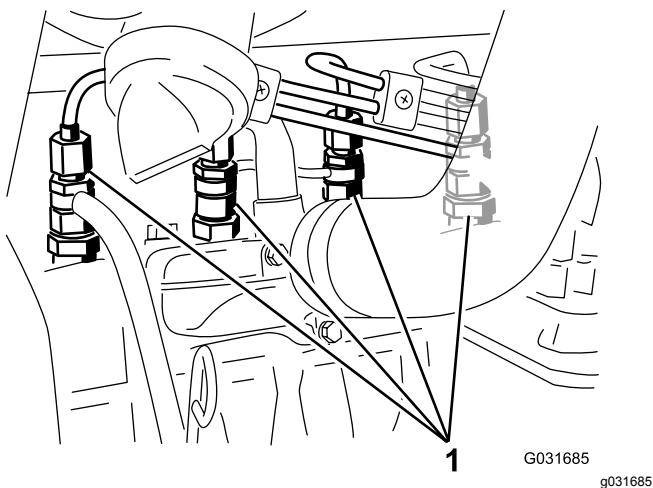

Figura 43
1. Afloje la conexión entre el tubo y el conjunto de boquilla y soporte Nº 1 (Figura 43).